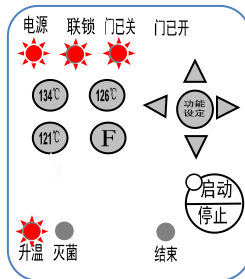

图 14
3. 按下启动键，安全联锁锁止，“联锁灯”、“升温灯”亮起，灭菌器进入升温运行状态。图 14